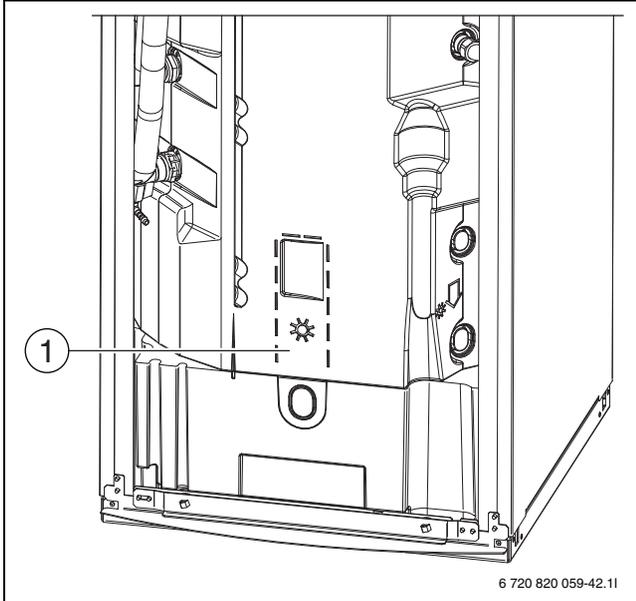

Bild 21 Anordnung von Temperaturfühler TW1 und ggf. TS2
- Dämmung am Solarsymbol (→ Abb. 21, [1]) aufschneiden. Darauf achten, dass das Kabel von Temperaturfühler TW1 nicht beschädigt wird!